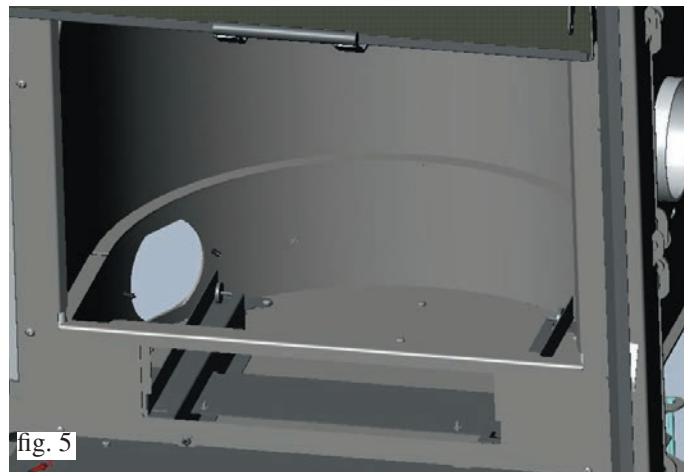

fig. 5
- Rimuovere i seguenti elementi (fig. 5):